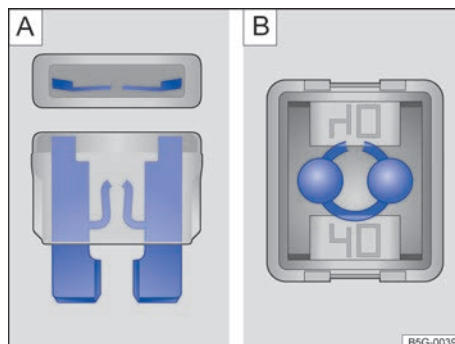

Fig. 173 Fusível queimado: A) fusível plano, B) fusível de bloqueio.
- Um *fusível plano* (ATO[®], MINI[®]) queimado é reconhecido de cima ou de lado pela carcaça transparente nas faixas metálicas derretidas → Fig. 173 **A**.
- Um *fusível de bloqueio* (JCASE[®]) queimado é reconhecido pelas faixas metálicas derretidas por cima da carcaça transparente → Fig. 173 **B**.